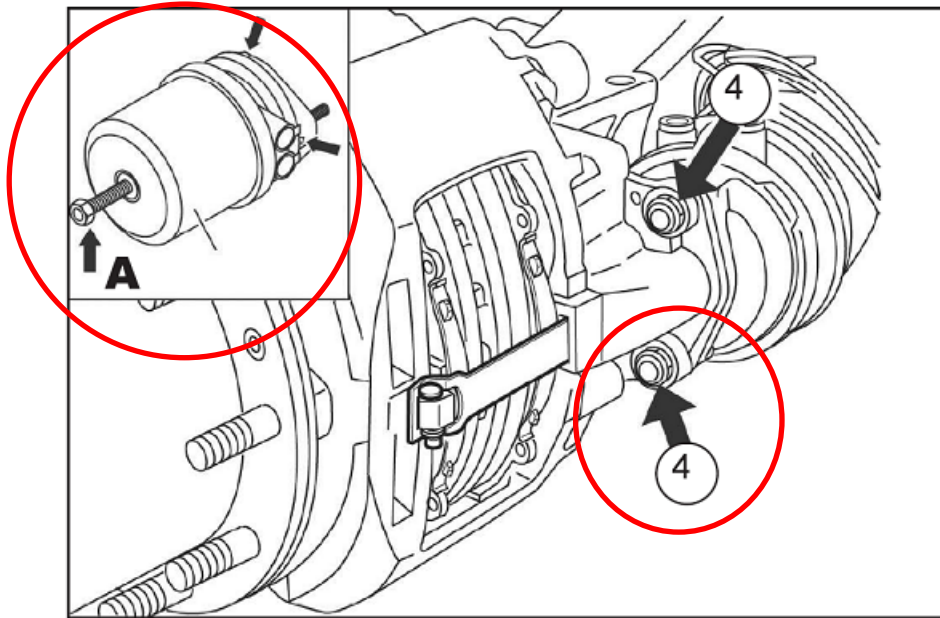

Figura 4: Ubicación del perno de liberación y de las tuercas de montaje
3. Aplique aire para liberar los frenos de resorte (frenos de mano) utilizando la válvula de control de aire montada en el tablero. Saque el perno de liberación (Vea la Figura 4, Flecha A) usando un torque máximo de 26 lbf·ft (35 Nm) para enjaular la fuerza de resorte liberada por el aire en la varilla de empuje.
4. Extraiga el aire de las cámaras de los frenos de resorte utilizando la válvula de control de aire montada en el tablero. Mientras sostiene la cámara en su posición, retire y deseche las tuercas de montaje de la cámara del freno (**Figura 4, Ítem 4**). Marque la orientación de la cámara en el soporte de montaje para volver a montarla. Retire la cámara del freno de resorte. Si es necesario desconectar las mangueras de aire de la cámara, con toda la presión de aire drenada del sistema, marque las mangueras para su reconexión y luego desconecte las mangueras de la cámara.
17. Coloque la cámara del freno de resorte en la misma orientación en la que se retiró. Asegure la cámara con las tuercas de montaje de la cámara del freno de resorte (**Figura 4, Ítem 4**). Alternativamente, apriete ambas tuercas paso a paso a un torque final de 133 +/- 7 lbf-ft (180 +/- 10 Nm). No vuelva a utilizar las tuercas retiradas durante el desmontaje.